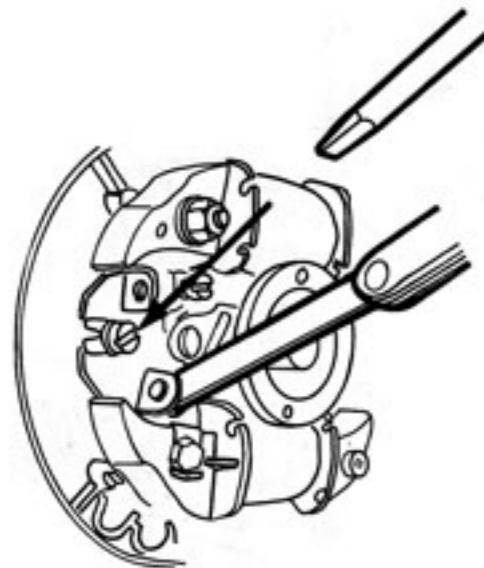

Fig. 2
- Vérifier l'écartement des grains (0,3 mm Mini - 0,4 mm Maxi) à l'aide du jeu de cale d'épaisseur (réf. 1670, Fig. 2).
- Desserrer la vis de fixation du levier de réglage du rupteur (tournevis, Fig. 2).
- Faire pivoter l'ensemble du rupteur pour obtenir l'écartement correct (Fig. 2).